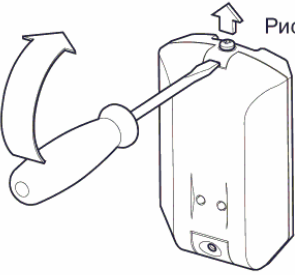

Рис. 4
1. Чтобы открыть датчик отвинтите на половину винт \*14 (см. Рис.1), отверткой подденьте крышку в выемке (рис.4) и сдвиньте крышку.
2. НЕ СДВИГАЙТЕ ПЕЧАТНУЮ ПЛАТУ (16).